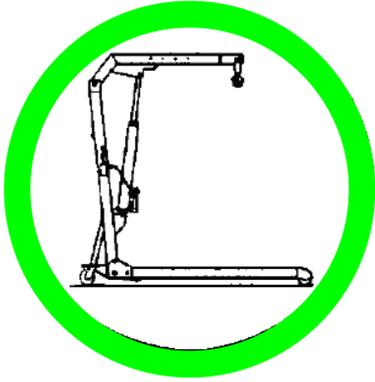

Fig. 1
- Avant toute prise de charge, les fourches (Fig.3) doivent se trouver en position basse et doivent être verrouillées (Fig. 1).